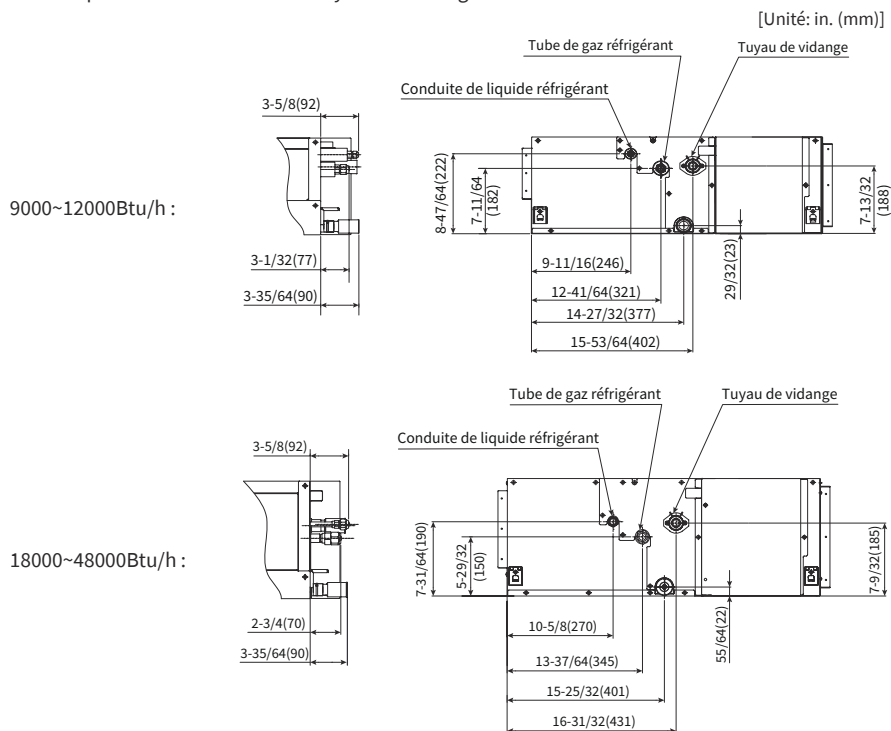

Figure 5.1 Positions de la connexion du tuyau
- Voir les positions des raccords de tuyauterie à la figure 5.1.
- La position du tuyau de vidange sélectionné est indiquée dans la figure 5.1 et le trou de vidange situé en dessous doit être équipé d'un bouchon en caoutchouc.